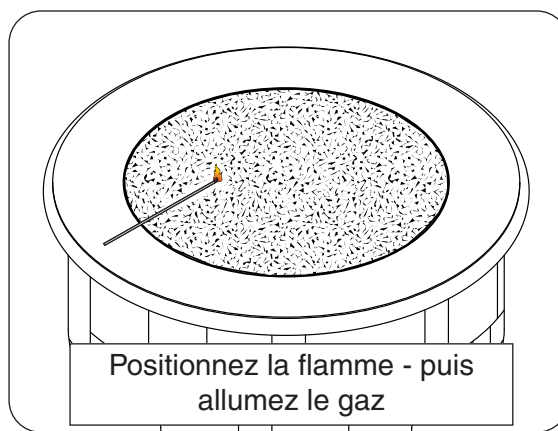

Fig. 44-1
- 3. Allumez une allumette à longue tige ou un briquet au butane à long col et placez la flamme contre la surface du support décoratif près du brûleur (Fig. 44-1).